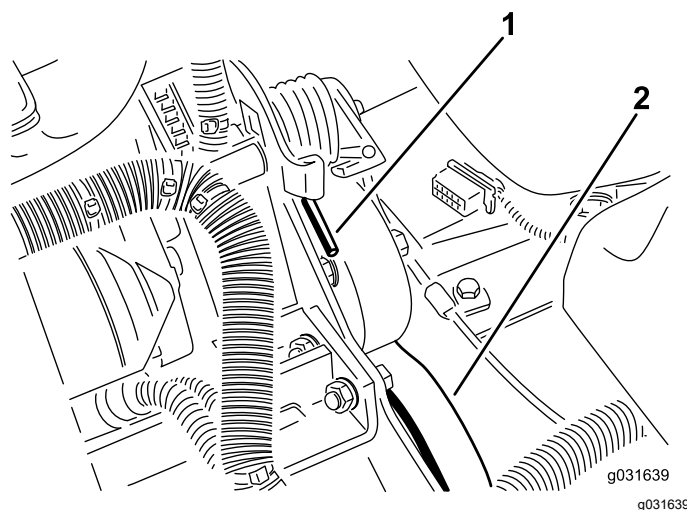

Figura 62
2. Împingei în jos i înainte capătul arcului pentru a-l desprinde din suport i eliberai tensiunea arcului (Figura 62)